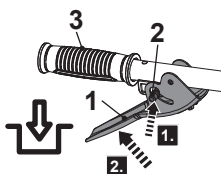

fig. 22, engranar los rotores
1. Presione el botón de bloqueo (2) hacia abajo y manténgalo ahí (fig. 22, paso 1).
2. Apriete la palanca del embrague (1) contra la manilla (3) para engranar los rotores (fig. 22, paso 2). Manténgala en esa posición mientras use el producto.